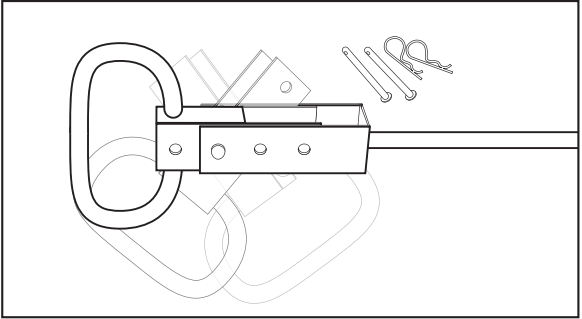

Fig. 1
3. El segundo pasador de chaveta se usa para fijar la manija al enganche de remolque, como se muestra en la Fig. 1.